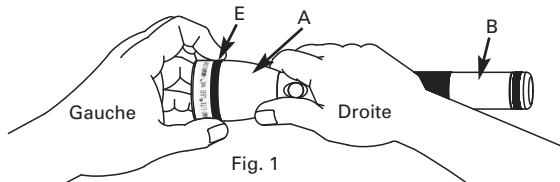
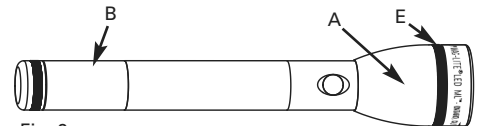

Fig. 1
Fig. 2
Dévissez le capuchon (fig. 1) et insérez la batterie (Fig. 2) dans le canon. L'extrémité positive (+) —c'est l'extrémité avec un bouton—entre dans le canon en premier. Maintenant, vissez le capuchon et assurez-vous qu'il soit bien fixé.
1. Tout d'abord, desserrez la collerette de la lampe (A) en tenant le corps de la lampe (B) dans votre main droite et la tête dans votre main gauche, et en posant le pouce et l'index de votre main droite sur la base de la collerette (A), comme sur la Fig. 1 :